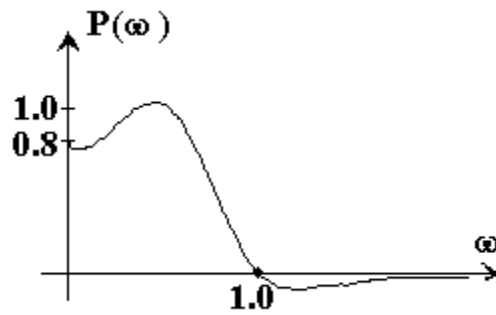

Рис.9.2.
2. Найти оценки для показателей качества переходного процесса ( $\sigma$ ,  $t_n$ ) по виду вещественной частотной характеристики  $P(\omega)$  на рис.9.2.